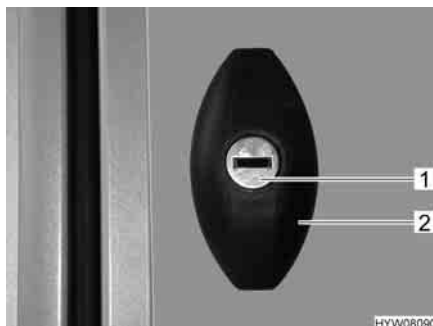

Fig. 48 Serratura dello sportello, ellittico, chiuso
- Inserire la chiave nel cilindro della serratura (Fig. 48,1) e ruotare in senso antiorario di un mezzo giro. La maniglia della serratura (Fig. 48,2) scatta all'infuori.